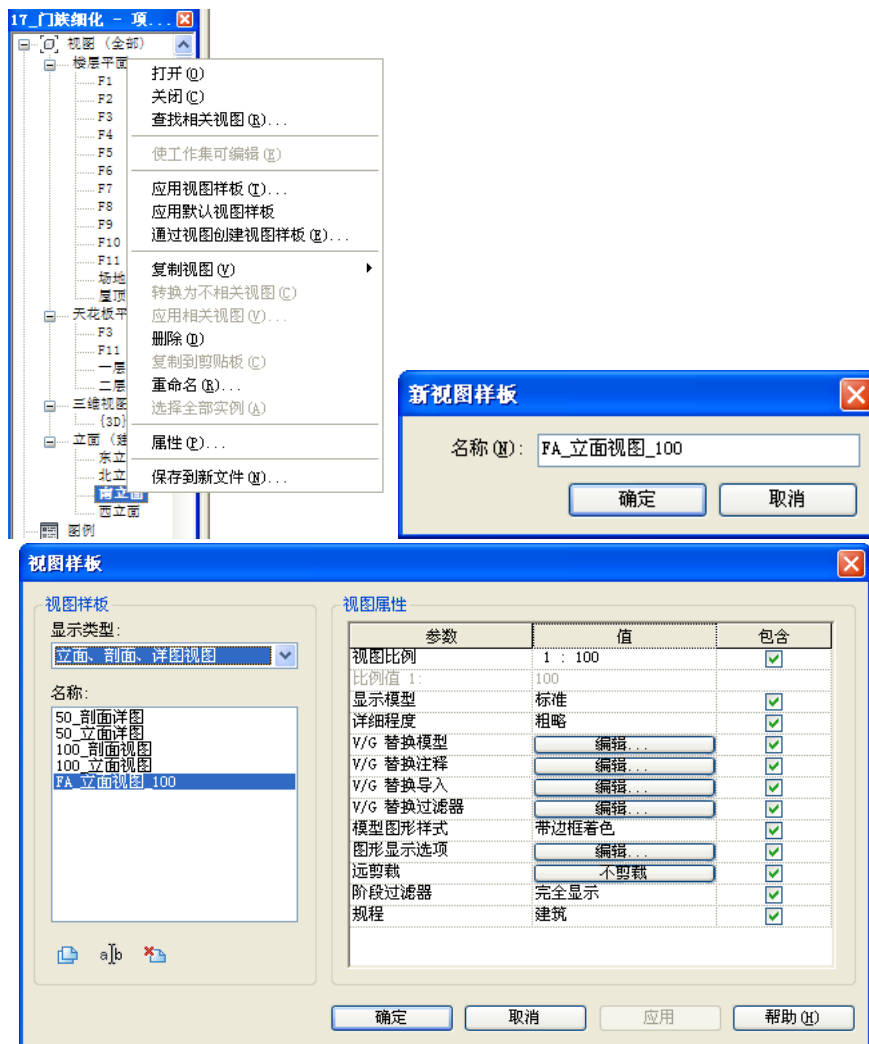

图 5-69
- 6) 在项目浏览器中，鼠标右键单击南立面视图，在弹出的对话框中选择“通过视图创建视图样板”，输入视图样板名称为“FA\_立面视图\_100”，两次点击“确定”，完成视图样板的定制（如图 5-69 所示）